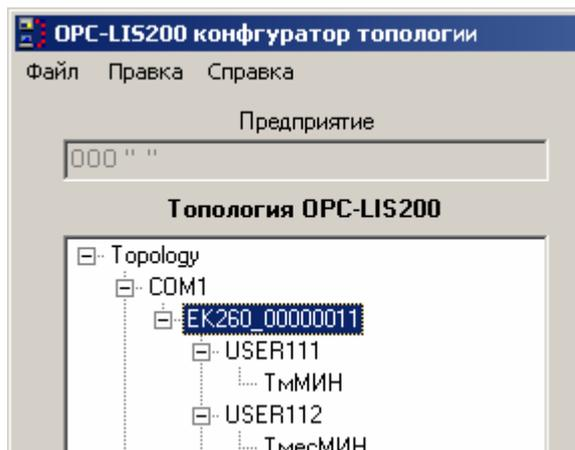

Рисунок 31
- Узел “Прибор” – объект, содержащий конфигурацию (информацию о группах параметров, выбранных пользователем из числа доступных в электронном корректоре) групп параметров в приборе. На рис. 31 представлен фрагмент окна конфигуратора с выделенным узлом “Прибор”.